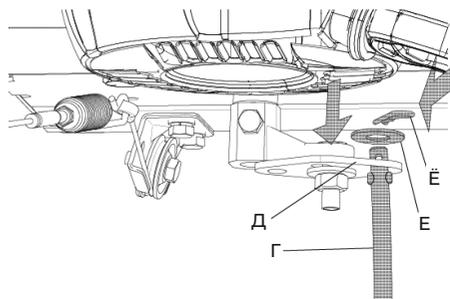

Рис. 11
- Вставьте согнутую часть тяги (рис. 11, поз. Г) в отверстие в кулисе коробки передач (рис. 11, поз. Д) и зафиксируйте с помощью шайбы (рис. 11, поз. Е) и шплинта (рис. 11, поз. Е').